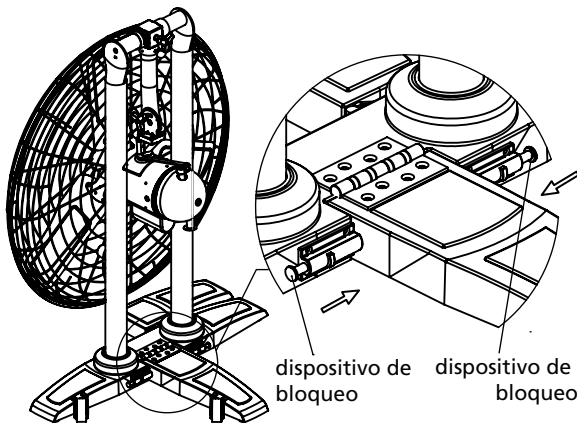

Figura 4
3. Sujeta el soporte frontal de base usando el dispositivo de bloqueo de lado derecho e izquierdo como se muestra a continuación. Empuja hasta que el dispositivo de bloqueo se acople completamente. Ver la Figura 4.